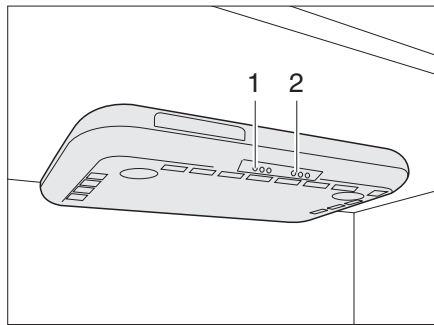

Fig. 238 Hotte aspirante
- Allumer et éteindre la hotte aspirante avec l'interrupteur (Fig. 238,1).
- Allumer et éteindre les éclairages de la cuisine avec l'interrupteur (Fig. 238,2).